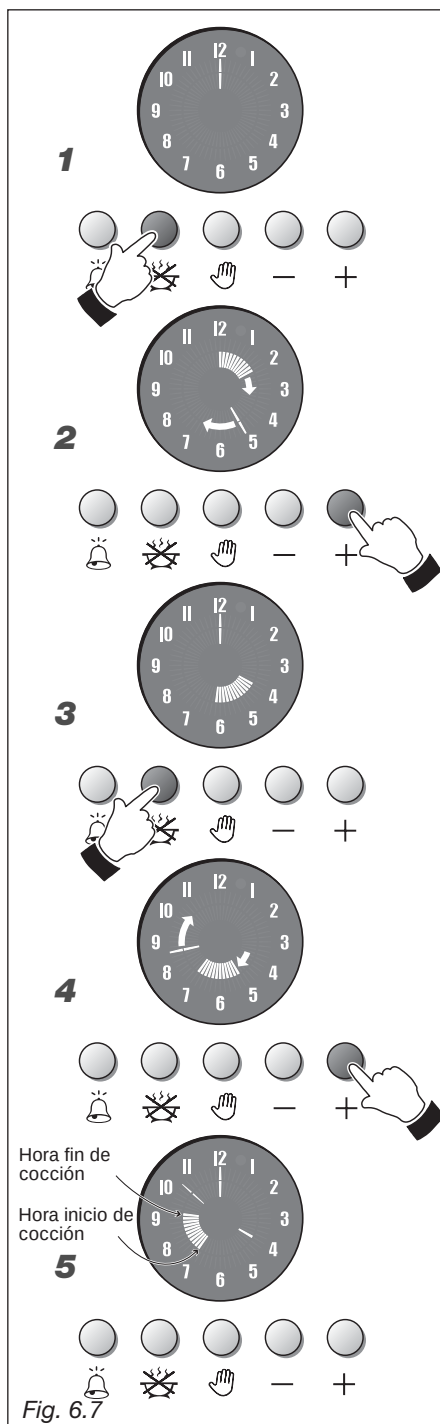

Fig. 6.7
COCCIÓN AUTOMÁTICA (fig. 6.7)
1. Fig. 6.7 - Para establecer el tiempo de cocción (máx 12 horas) presione el botón , se apagan las agujas del reloj y se ilumina la aguja en las 12.
2. Fig. 6.7 - Dentro de 7 segundos presione el botón  y una aguja luminosa (como la de los minutos y segundos) se activará. Cada segmento de aumento indica un minuto. Además cada aumento de 12 minutos ilumina un segmento interno (5 segmentos equivalen a una hora). Si ha pasado el tiempo deseado, presione el botón  hasta realizar el ajuste.
3. Fig. 6.7 - Dentro de 7 segundos presione otra vez el botón ; los segmentos internos se fijarán en la hora corriente.
4. Fig. 6.7 - Presione dentro de 7 segundos el botón  hasta desplazar los segmentos iluminados a la hora en que desea realizar la cocción. Si ha pasado el tiempo deseado, presione el botón  hasta realizar el ajuste.
5. Fig. 6.7 - Después de 7 segundos, se visualizan nuevamente las agujas del reloj y los segmentos iluminados indican el periodo de cocción.